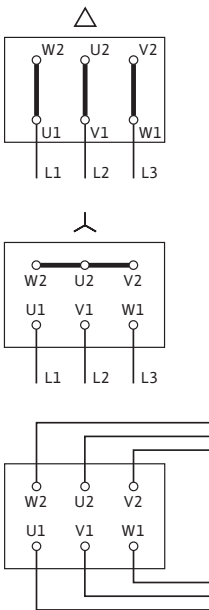

Fig. 8: Alimentación eléctrica
- La alimentación eléctrica del tablero de bornes depende de la potencia del motor P_2 , de la tensión de red y del tipo de arranque. En la siguiente tabla y en la fig. 8 podrá consultar dónde se han de conectar los puentes de conexión de la caja de bornes.